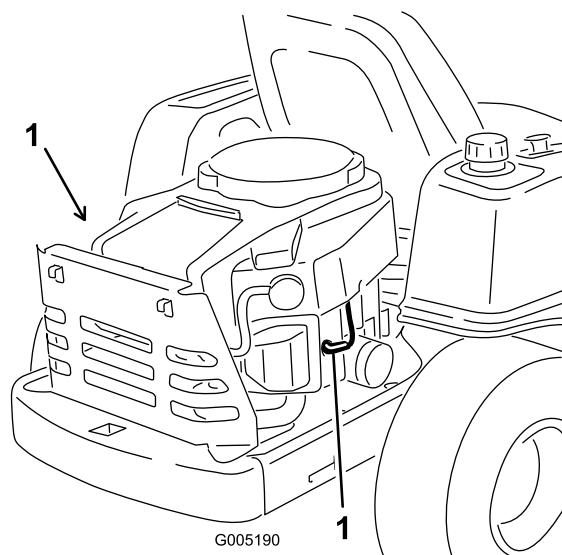

Figura 33
Togliete il cappello dalla candela (o candele) (Figura 33).
- Collegate il cappello alla candela (Figura 33).